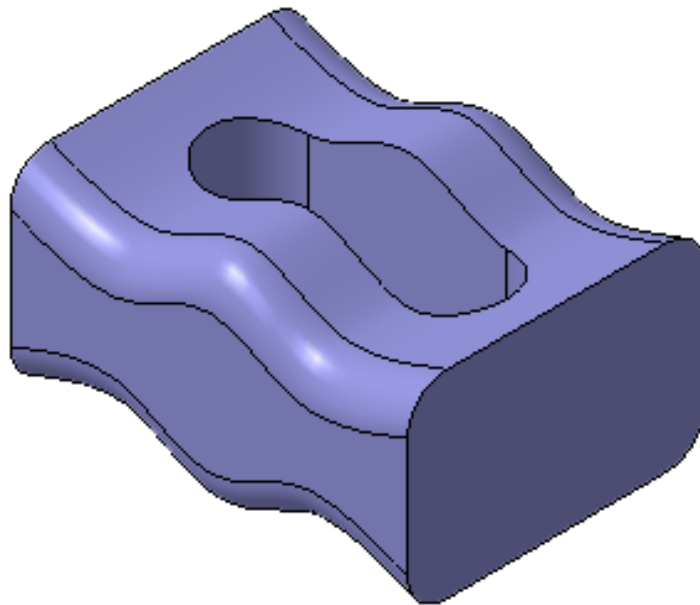

Рисунок 28.
- Нажмите кнопку Создать объект (рис. 28).